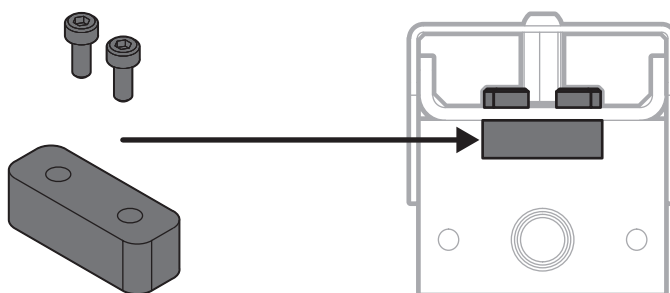

Abb. 7 Schrauben von der Nivellierplatte an den Recoater.
17. Schraube die Nivellierplatte anstelle von der Tribotape. Verwende die zwei M3x6mm Schrauben aus dem Kit und den 2.5 mm Inbusschlüssel (Abb. 7).